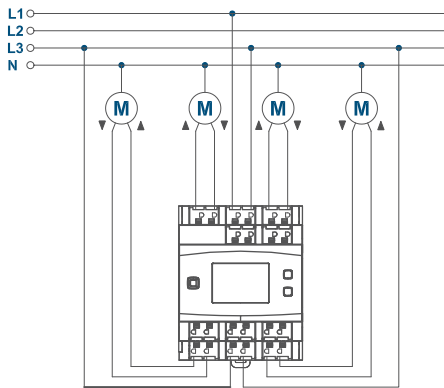

Abbildung 5
- Verdrahten Sie das Gerät gemäß den Anschlusszeichnungen in *Abbildung 5* oder *6*.
- Schließen Sie den Außenleiter für den gewünschten Kanal an die entsprechende Klemme (**G**) an (s. *Abbildung 5*). An den Netzeingangsklemmen können beliebige Außenleiter (L1, L2, L3) angeschlossen werden.
- Schließen Sie den geschalteten Außenleiter zum Hochfahren der Jalousien für den gewünschten Kanal an die entsprechende Klemme (**▲**) (**F**) an (s. *Abbildung 5+6*).
- Schließen Sie den geschalteten Außenleiter zum Runterfahren der Jalousien für den gewünschten Kanal an die entsprechende Klemme (**▼**) (**E**) an (s. *Abbildung 5+6*).